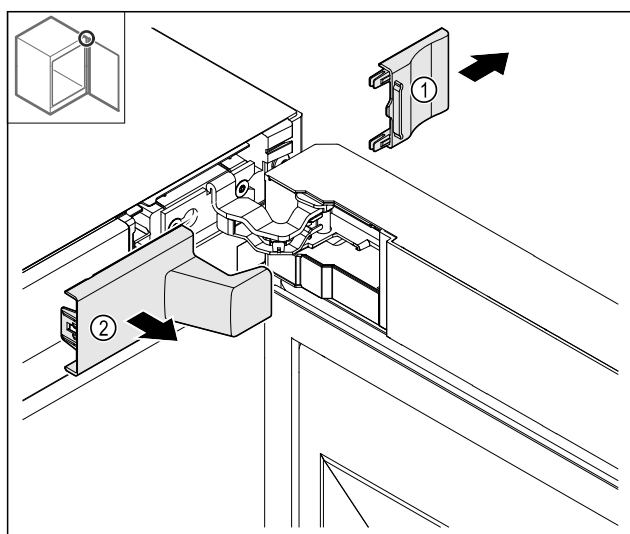

Fig. 13
► 移除盖板 Fig. 13 (1)和 Fig. 13 (2)。